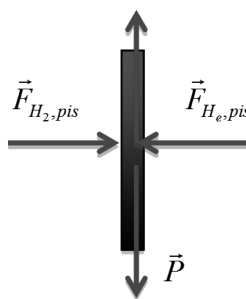

Figura 2.12c
2. No estado final de equilíbrio dos gases, o pistão está solto e parado. Logo, a força resultante que atua sobre ele é nula. Como não existe atrito entre o pistão e o recipiente, as forças que atuam no pistão são o seu peso, a força normal e as forças que os gases atuam sobre o pistão. Essas forças estão representadas na **Figura 2.12c**.